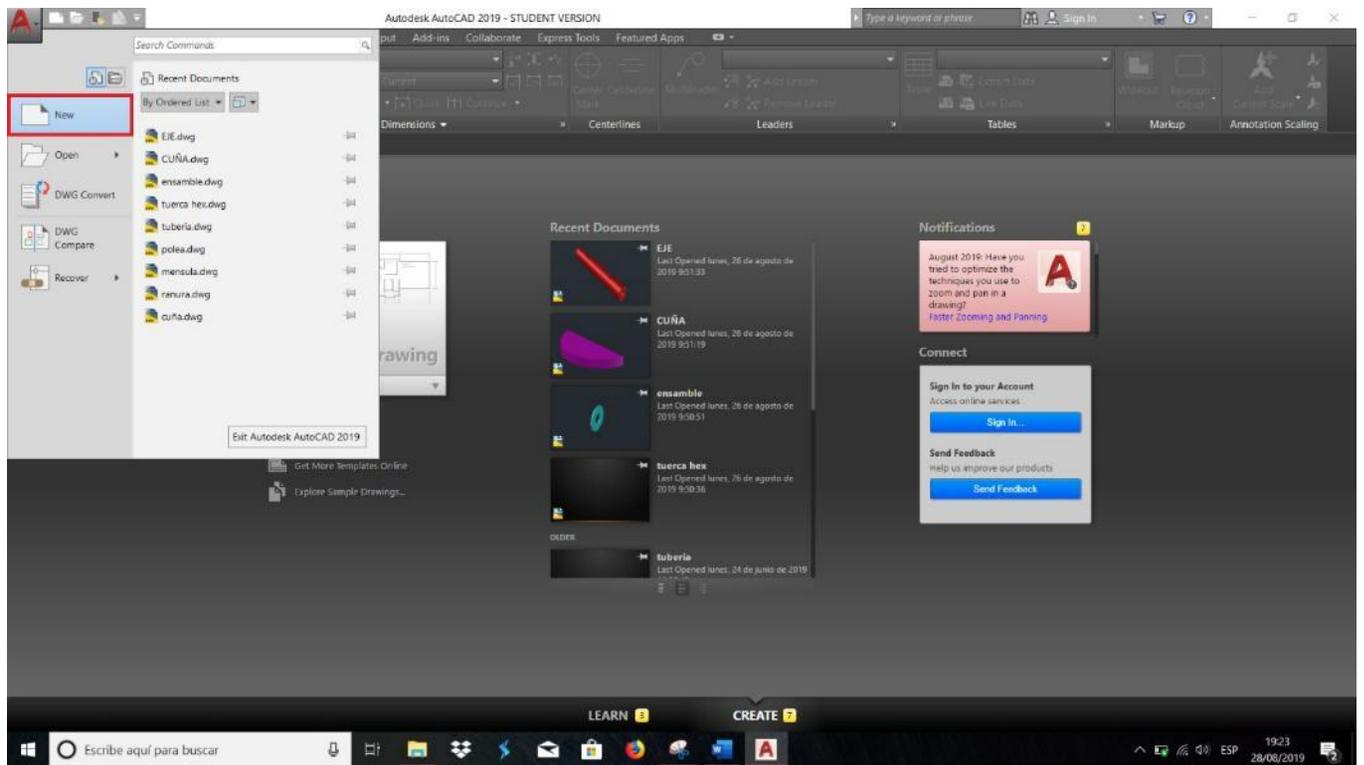

Figura 4.4. Iniciar un nuevo dibujo
cómo se observa en la figura 4.4 tenemos nuestra pantalla de inicio donde nosotros comenzaremos un nuevo dibujo o abrir un dibujo ya hecho en formato DWG (formato de archivo de dibujo computarizado usado por Autodesk®).
1. Desde la pestaña superior izquierda (AutoCAD) < damos clic en new, como se muestra en la figura 4.4.